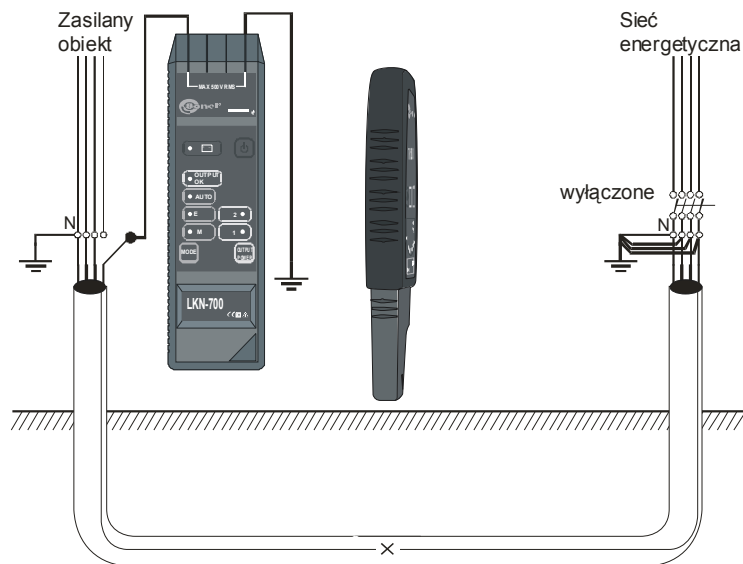

Рис.23 Поиск места повреждения в кабеле под землей без напряжения.
- Отключить поврежденный проводник на щите (Рис. 23);